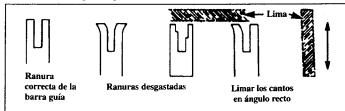

Figura 31
- la barra guía esté doblada o trizada. Ver la Figura 31.